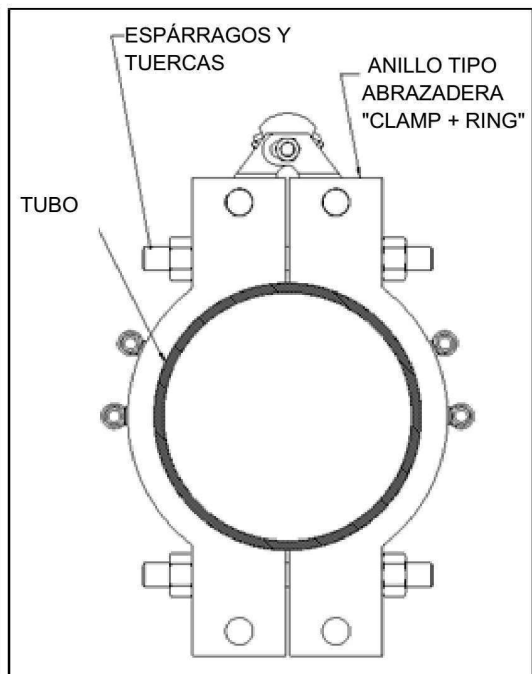

Figura 10
7. Una vez que el accesorio quede envuelto alrededor del tubo, inserte los espárragos de la abrazadera través de los orificios para los pernos y enrosque las tuercas como se muestra en la Figura 10. Conviene apretar ligeramente estos tornillos hasta tanto no se hayan instalado los dos juegos de anillos tipo abrazadera. Asegúrese de que los agujeros de los pernos de sujeción están alineados y verifique que se ha logrado el espacio apropiado alrededor del accesorio PLIDCO.